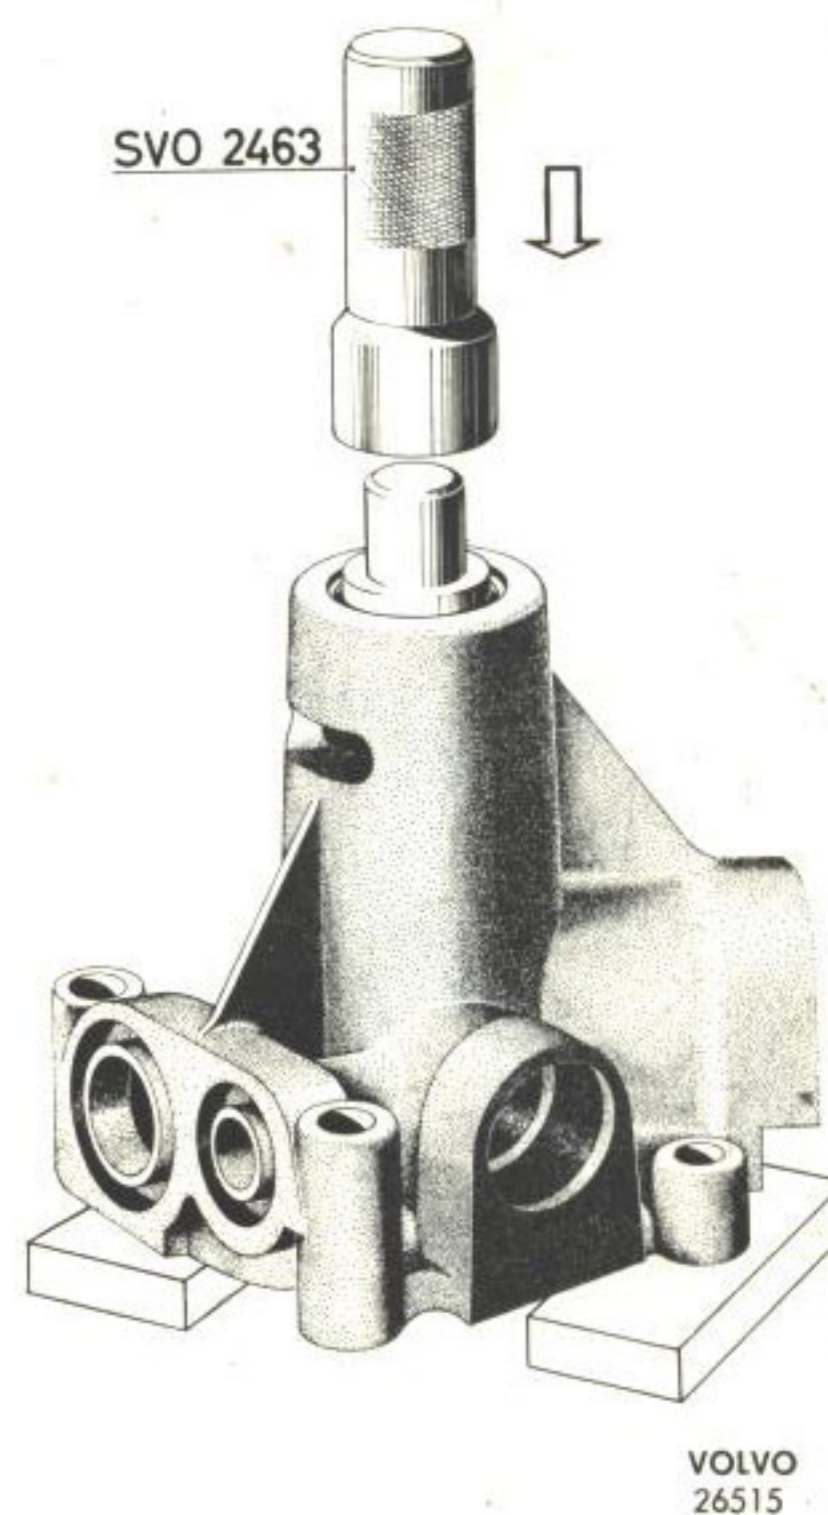

Bild 78. Demontering av axel och skovelhjul.
3. Placera pumpen i en press. Anbringa dorn SVO 2463 på lagrets ytterring och pressa ur axel, lager och skovelhjul. Bild 78.
1. Pressa ned axel och lager i huset med dorn SVO 2463 på liknande sätt som visas på bild 78, så långt att låstråden kan stickas in i sitt spår. Sätt i låstråden.